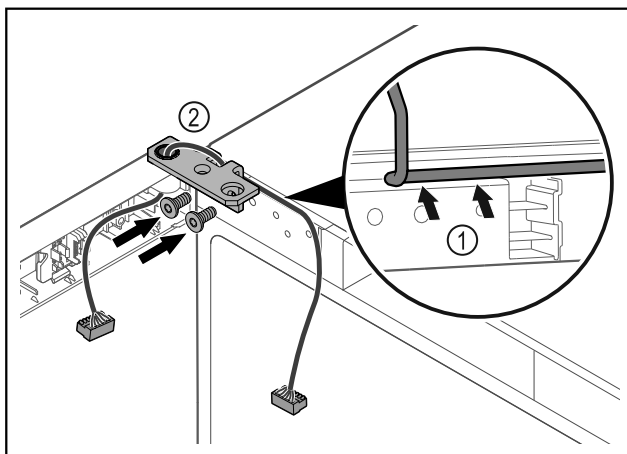

Fig. 42
- ▶ Prevlečte kábel cez vybranie uholníka závesu a opatrne ho položte Fig. 42 (1).
- ▶ Naskrutkujte uholník závesu Fig. 42 (2).